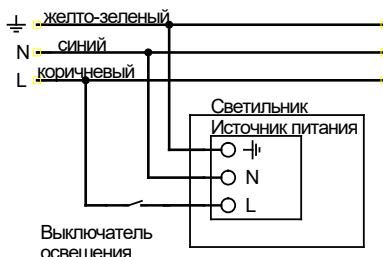

Рис.1. Схема подключения
- Подключить провода к сети питания в соответствии с маркировкой (см.рис.1);